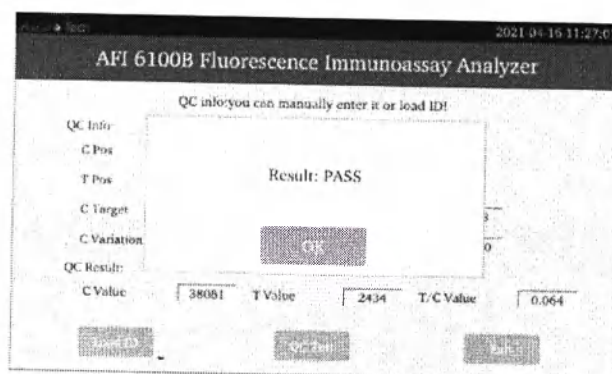

Рис. 27 Проверка качества пройдена
- 7) Если проверка качества пройдена, отображается «QC Pass», как показано на Рис. 27.